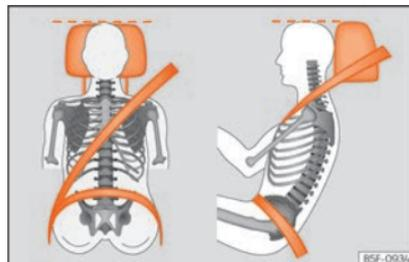

Abb. 74 Richtig eingestellte Kopfstütze von vorne und seitlich betrachtet.
- Stellen Sie die Kopfstützen so ein, dass sich die Oberkante der Kopfstütze möglichst auf einer Linie mit dem oberen Teil Ihres Kopfes, aber mindestens auf Augenhöhe befindet »» **Abb. 74.**